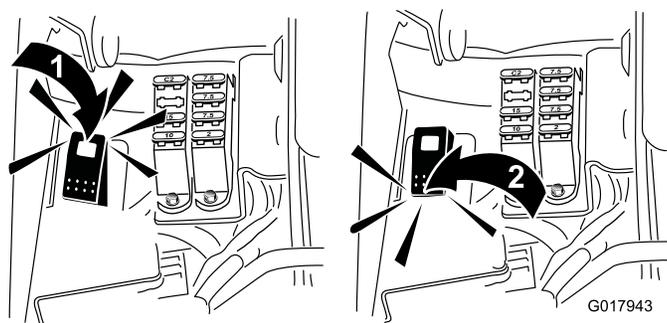

図 51
5. バックラップスイッチを逆転R位置にセットする 図 51。